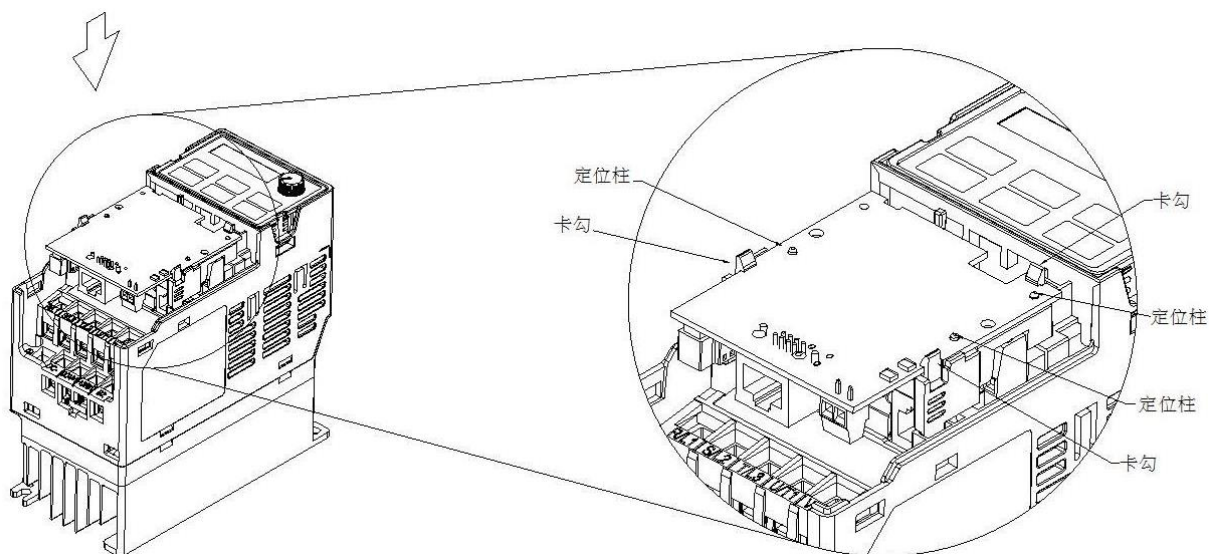

图 8-4
6. 配线完毕后松开正面安装之配件卡，并将其反面安装，三个圆孔对准定位柱后，下压让三个卡勾卡住配件卡，如图 8-4 所示。